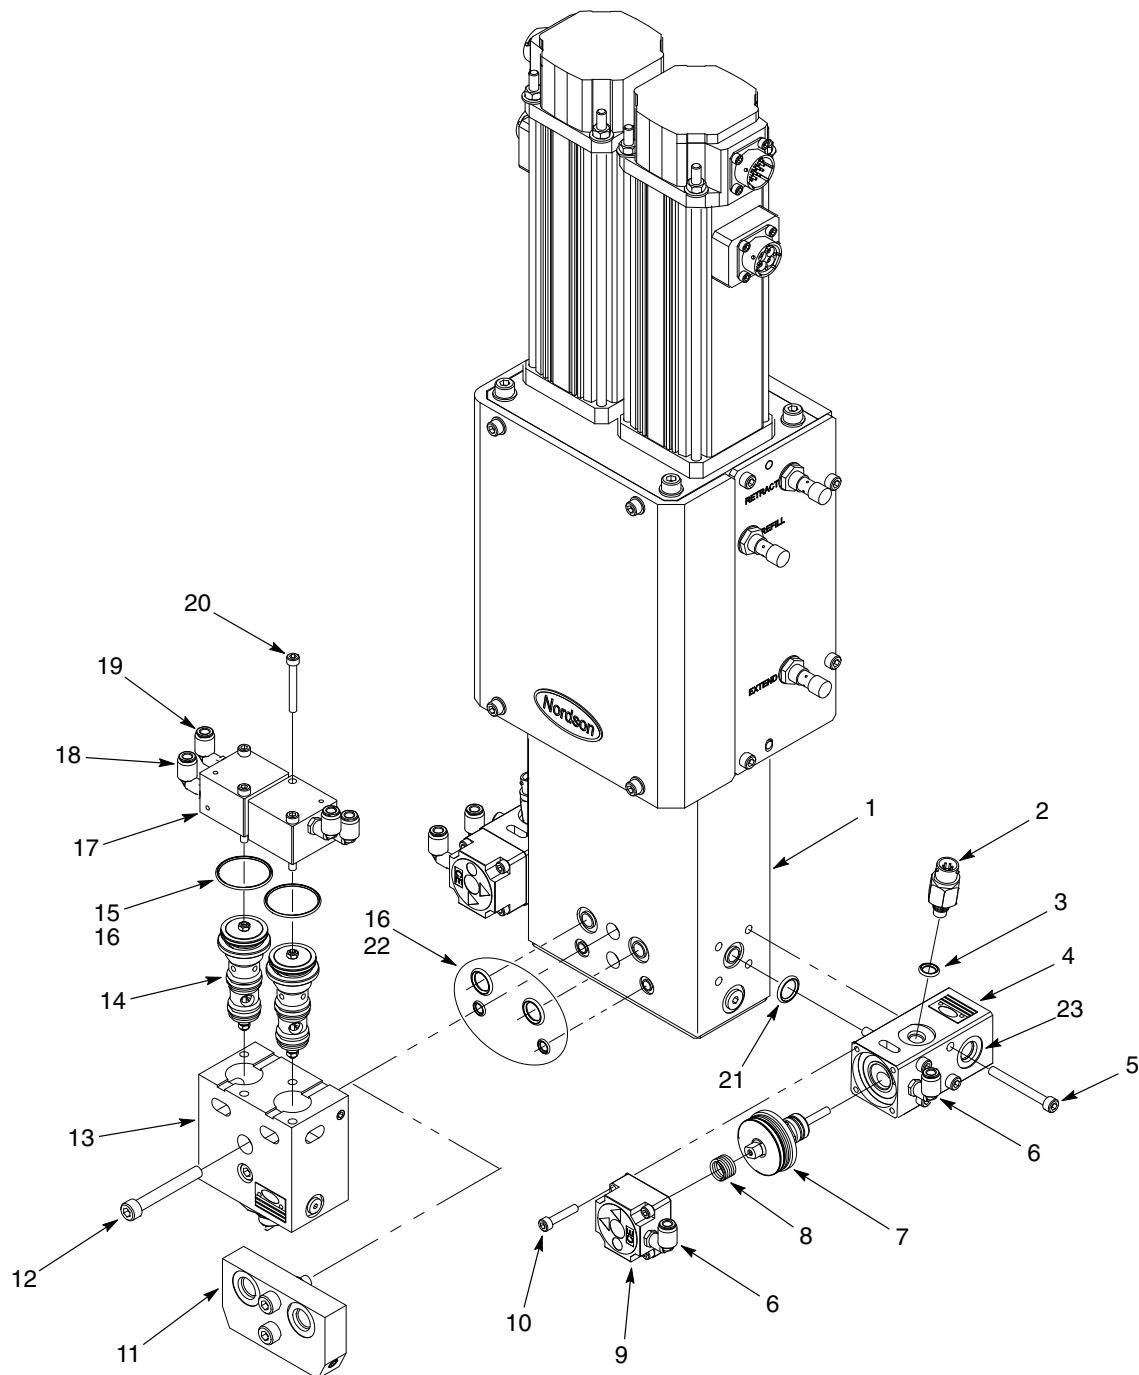

图 9 入口阀和出口阀的维修
1. 详见图9。拆下将气缸帽(9)固定在阀体(4)上的螺钉(10)。从泵体上拆下弹簧(8)。
2. 详见图9。拆下将气缸帽(17)固定在阀体(13)上的螺钉(20)。拆卸气缸帽。
1. 详见图9。从入口阀(4)上断开部件：
详见图9。此步骤仅适用于将出口阀安装在S2K胶枪(1)上的配置。如果将分歧座(11)安装在S2K胶枪上，请参考合适的出口阀随附手册，了解维修步骤。
1. 详见图9。从压力传感器(2)断开电缆。